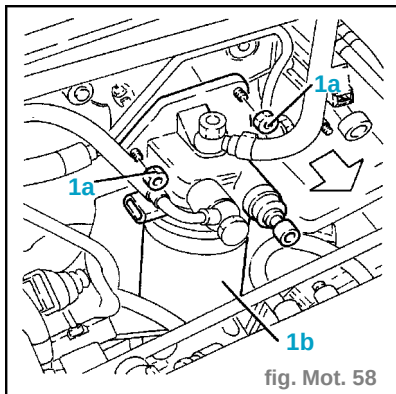

fig. Mot. 58
- Dévisser les écrous (1a) et déplacer le filtre du combustible complet (1b). (fig. Mot. 58)